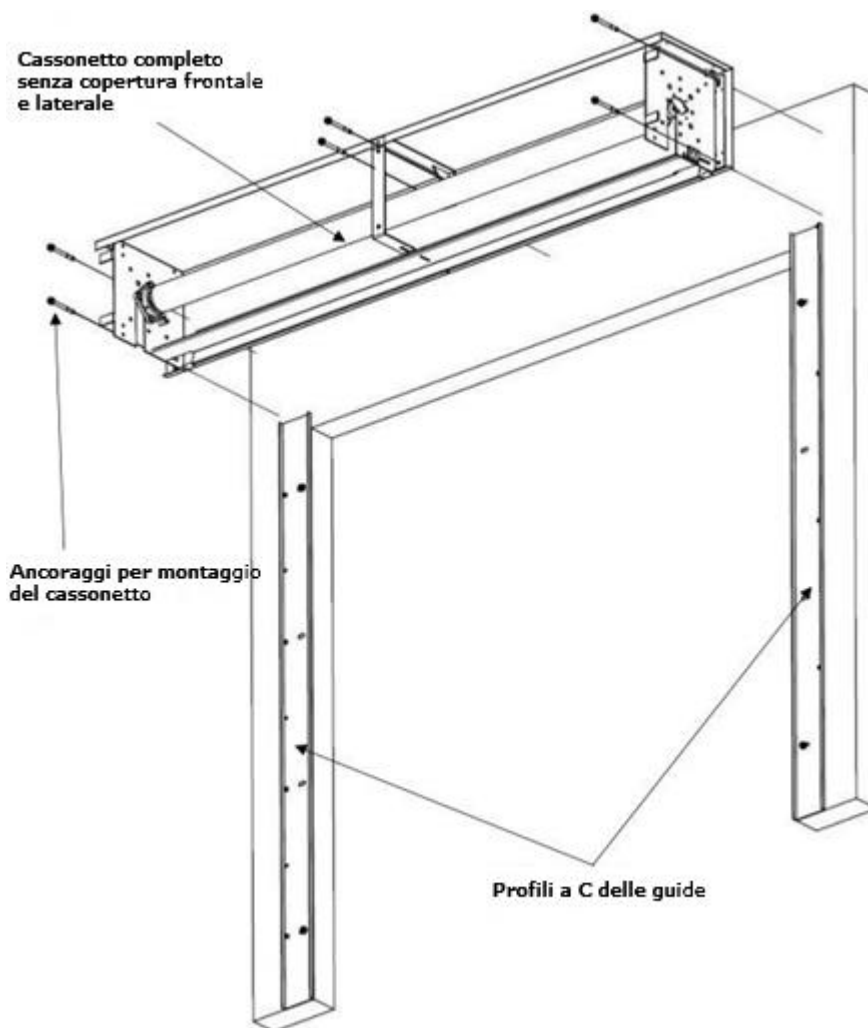

Fig. 10. Installation of Marc-Ok EI60 gate of dimension of $S_o = 400$ mm
- 1) Marc-Ok porte di dimensioni fino a $S_o = 4000$ mm arriva in sito completamente assemblato. Queste tende devono essere installate interamente, senza smontaggio dell'albero con trasmissione né elemento di pressione, Fig. 10.